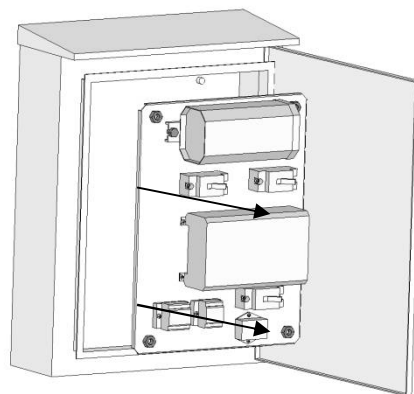

図1
- ① 内器とボックスを接続しているアース線を外し、内器をボックスから取り外してください。〈図1〉